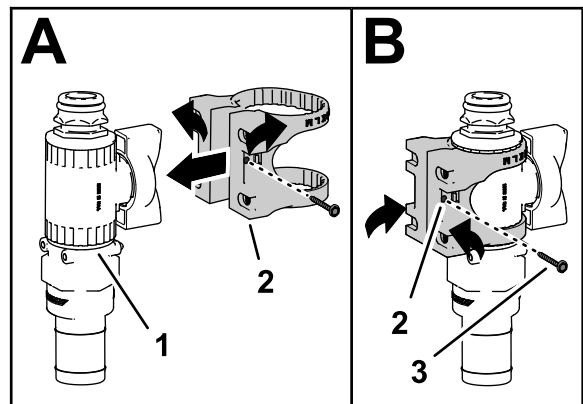

图 32
- 如图 32 中的 A 所示将阀安装座装到控制阀上。
- 用凸缘头螺丝 6 号将阀安装座固定至控制阀然后用手拧紧螺丝图 32 中的 B。